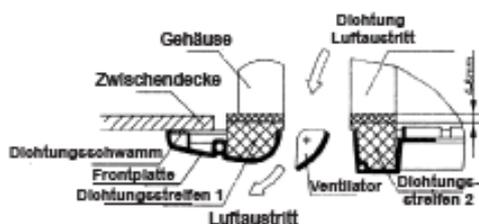

Abb. 12
- Ziehen Sie die Schrauben unter den Haken so weit an, bis der Dichtungstreifen zwischen Gehäuse und Luftaustritt nur noch ca. 4-6 mm dick ist. Der Rand des Gitters sollte gut an der Zwischendecke anliegen. (Siehe Abb. 12)